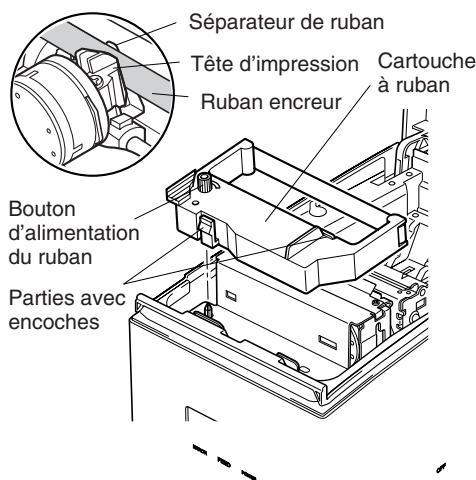

Fig. 5-2 Mise en place de la cartouche à ruban
- ③ Mettez la cartouche à ruban en place dans le sens indiqué dans la figure 5-2 et appuyez légèrement sur la cartouche afin qu'elle se mette en place. Si la mise en place de la cartouche n'est pas satisfaisante, appuyez sur la cartouche tout en faisant tourner le bouton d'alimentation du ruban de la cartouche dans le sens de la flèche.
- ④ Pour tendre le ruban, faites tourner le bouton d'alimentation du ruban de la cartouche dans le sens de la flèche.
- ⑤ Refermez le capot.